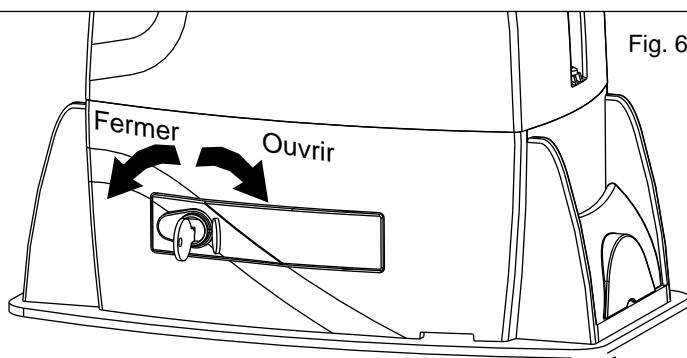

Fig. 6
- Ouvrir le couvercle de la serrure, insérer la clef et la tourner dans le sens des aiguilles d'une montre de 90° (Fig. 6)